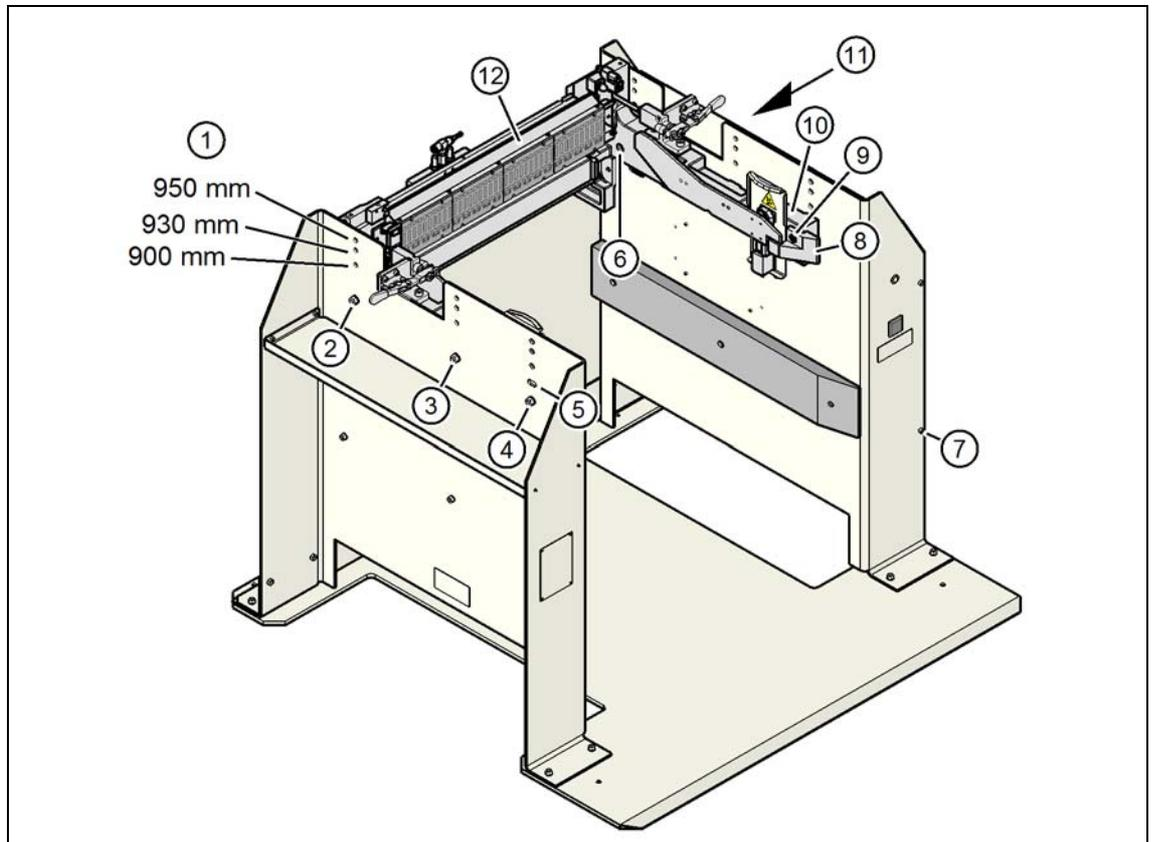

图 6.4-5 将料车装卸装置调整为 PCB 传送导轨高度
- 拧松两个六角套筒螺钉 M8x18（图 6.4-5 中的 9，第 315 页），并去除左侧和右侧导轨（图 6.4-5 中的 8，第 315 页）。